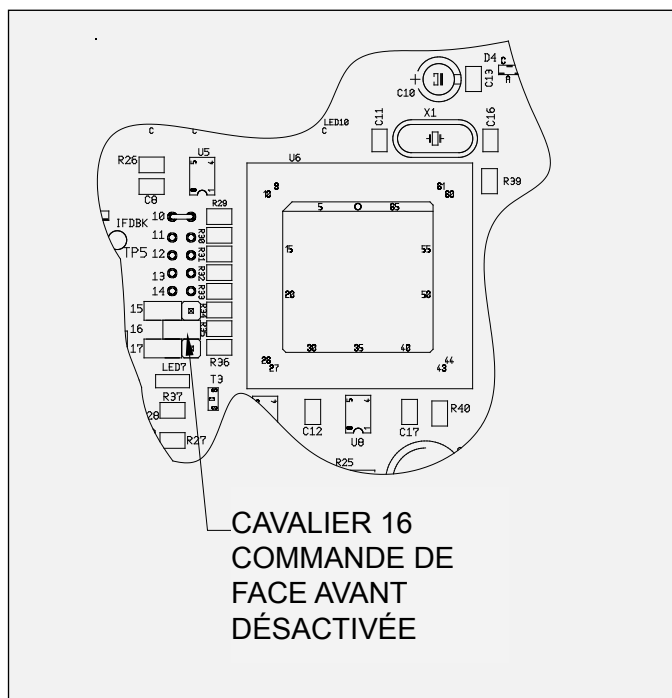

Figure 9 : Emplacement de cavalier -
3. Placer le cavalier sur les deux (2) broches à l'emplacement 16 de la carte de circuit imprimé principale (voir Figure 9).